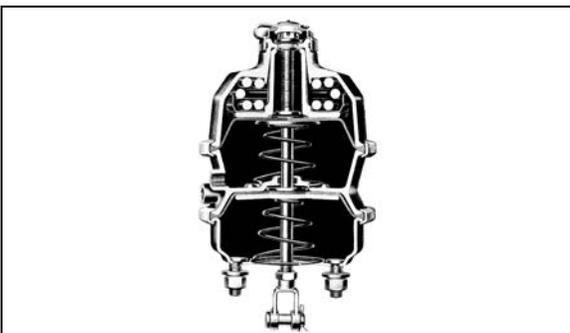
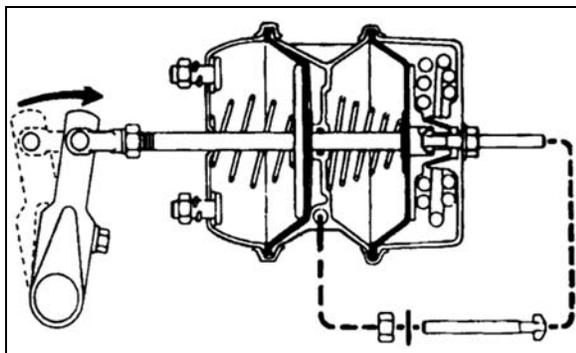

Figura 20
Figura 21
3. Determine se a câmara tem uma ferramenta de encarceramento interna (Figura 20) ou externa (Figura 21). Continue na etapa 4 com uma ferramenta montada externamente. Consulte a etapa 8 para tipos de ferramentas internas.